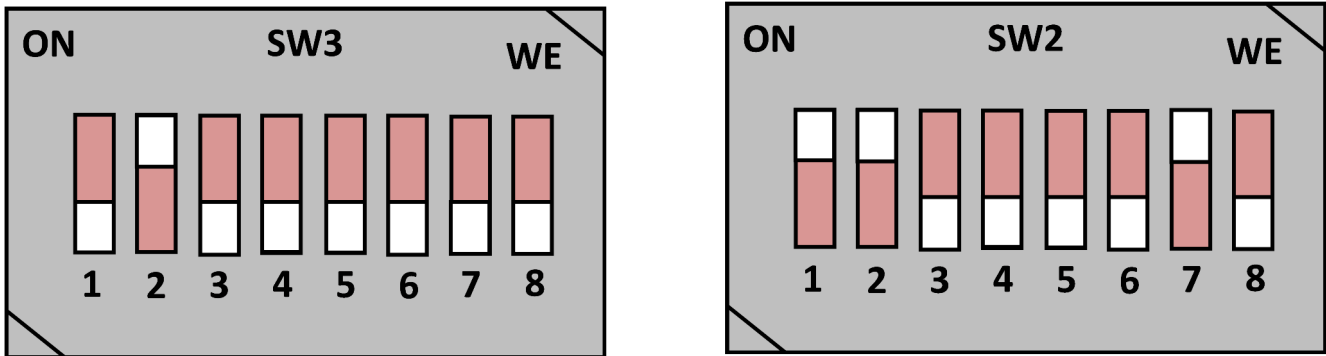

图 2-9. 示例引导模式 (SD 引导)
1. 将 SKEVM 引导开关选择器 (SW2、SW3) 置于所选的引导模式。图 2-9 显示了 SD 卡的一个引导模式示例。